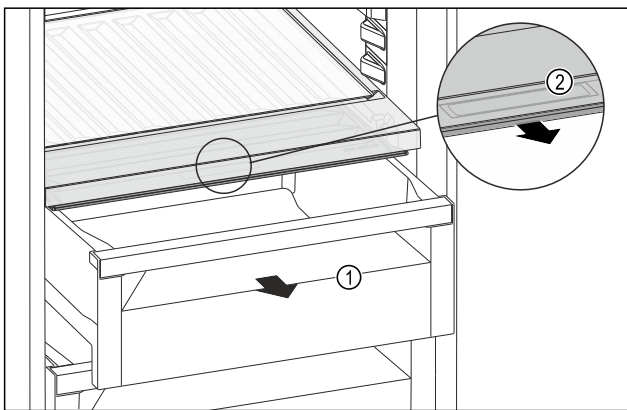

Fig. 180
- ▶ Schubfach Fig. 180 (1) herausziehen.
- ▶ Griffmulde Fig. 180 (2) am Fachdeckel anfassen und Fachdeckel gleichzeitig nach vorne ziehen.